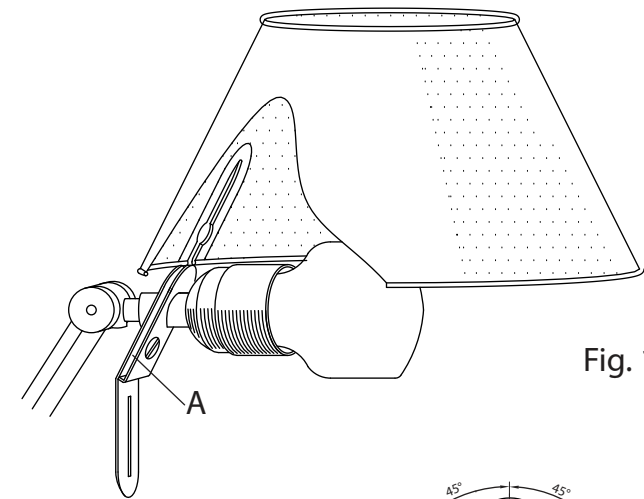

Fig. 1
2. En la fig. 1,2 y 4 podemos ver los posibles movimientos de la luminaria petite en varias de sus versiones.
2. Auf den Abb. 1,2 und 4 sind die Bewegungsmöglichkeiten des Beleuchtungskörperarms in seinen beiden Stehausführungen zu sehen.
1. Introducir la pantalla por la ranura A del asa (fig. 1). ¡CUIDADO! No empujar de la pantalla por la parte superior, sino tirar de ella desde abajo. Igual que en la fig. 2.
1. Insert shade through the A slot of the handle (fig. 1) WARNING! Do not push shade by its upper side. Shade must be pulled by its bottom part as shown in fig. 2 in order not to damage it.
1. Den Schirm durch die Nut A des Griffs einführen (Abb.1). VORSICHT! Schirm nicht von oben schieben, sondern von unten ziehen. Ebenso wie in Abb. 2.
1. Soltar el tornillo E para extraer el tope B (fig 1).
2. Soltar el cono A extrayendo los dos tornillos D (fig 1).
3. Introducir el vástago C del brazo en el cono-guía (fig 1).
1. Loosen E screw and remove B piece from C shaft that is situated in the end part of bracket (fig 1).
2. Loosen B screws in order to extract A cone (fig 1).
3. Introduce C shaft through the upper hole of cone A (fig 1).